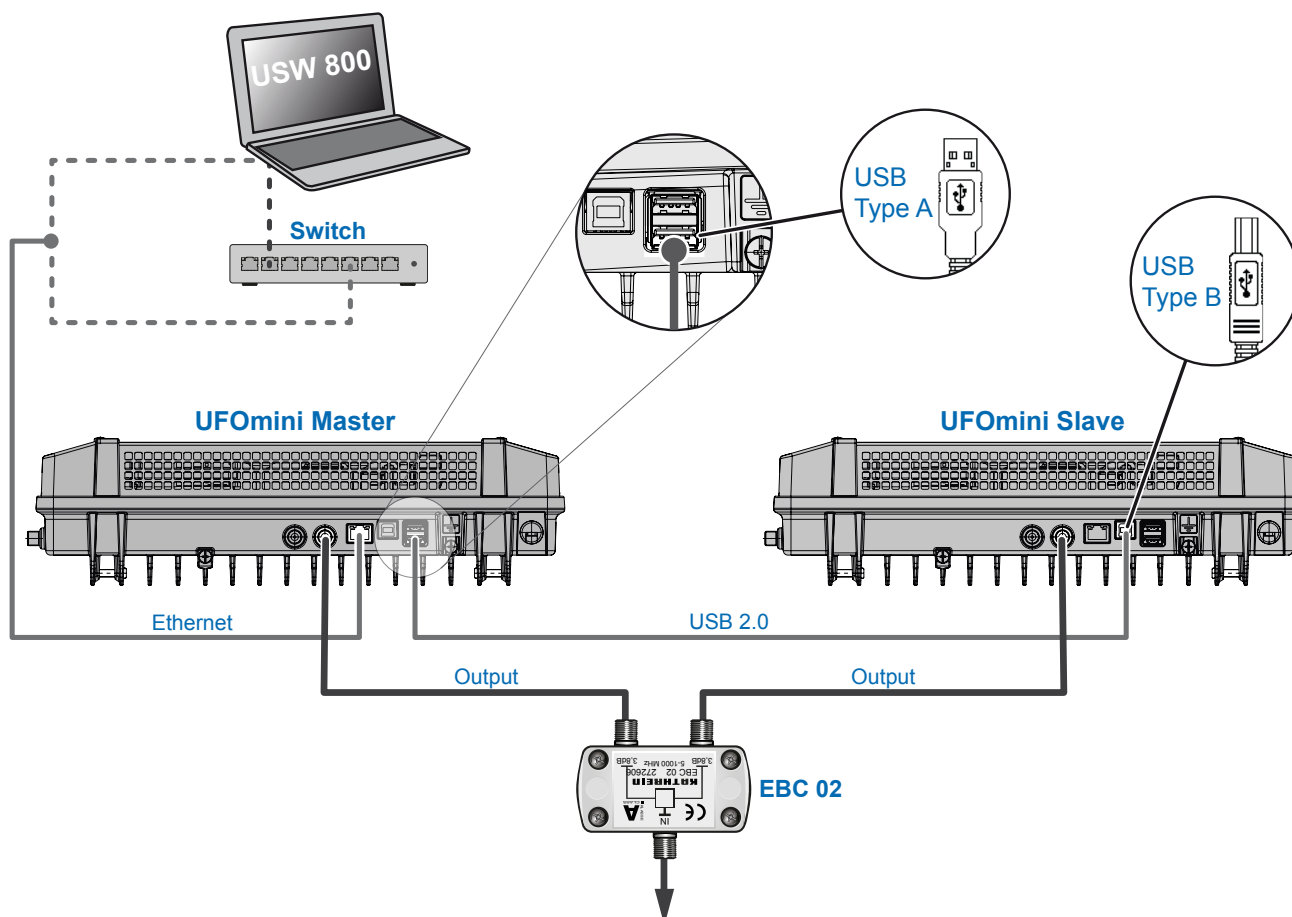

Fig. 4: Câblage
2. Raccordez l'ordinateur avec un câble Ethernet¹⁾ au port RJ45, si nécessaire au travers d'un switch ou routeur ; voir Fig. 4, p. 5. La station de tête fonctionne maintenant comme *maître*.
3. En présence d'une deuxième station de tête : raccordez la deuxième station de tête à la première avec un câble USB 2.0 (Fig. 4). Dans ce cas :